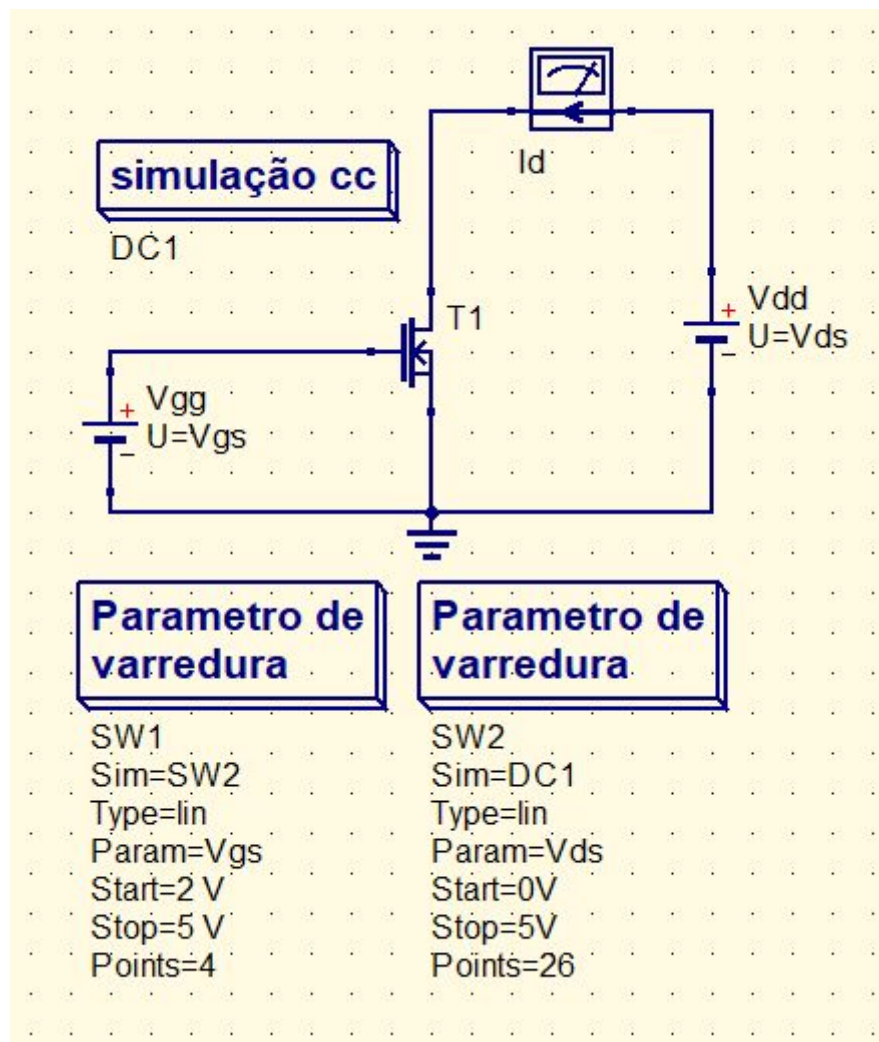

Figura 3.1 - Circuito 3.1.1
3.1.1) Para a primeira parte do experimento, o circuito foi montado como mostra a Figura 3.1.